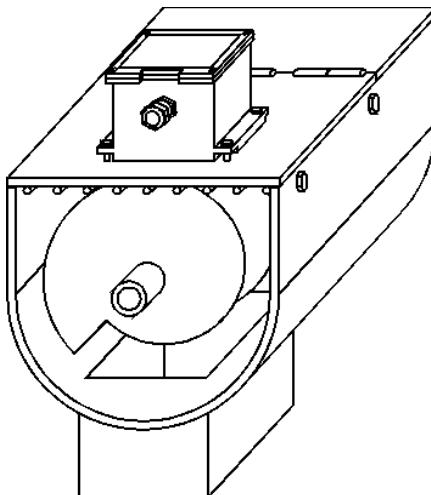

Рис. 8. Контроль подпора и обрыва соединительных муфт секционного винтового конвейера.
**Для одновременного контроля подпора и обрыва соединительных муфт секционного винтового конвейера РДД-02А** устанавливается в подготовленные отверстия снаружи над сбросным коробом механизма (рис. 8). Датчик может монтироваться на крышку аварийного люка (через него выводится продукт в случае подпора сбросного короба): защитная металлическая сетка не влияет на работу устройства. РДД-02А должен быть настроен на движение верхней части лопастей шнека. Для этого чувствительность уменьшается до минимального положения, при котором индикатор «Порог» устойчиво горит. Датчик отключит механизм как при аварийной остановке последней секции шнека (обрыв соединительной муфты или одной из фаз), так и при подпоре сбросного короба. Скопление продукта между шнеком и датчиком приводит к снижению уровня радиосигнала, отражённого от лопастей. Поэтому РДД-02А реагирует на подпор так же, как на остановку шнека.